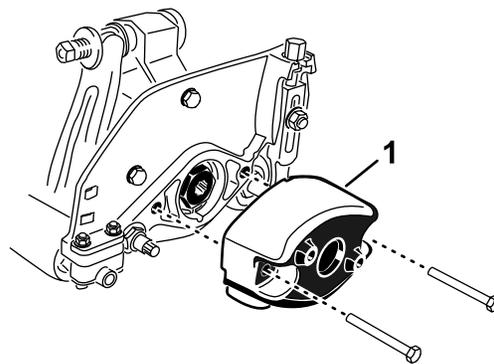

図 8
1. カウンタウエイトをカッティングユニットの左側に固定しているボルト2本を外す。カウンタウエイトを取り外す **図 8**。
5. カッティングユニット右側で、カウンタウエイトのOリングに薄くオイルを塗り、先ほど取り外したボルトを使ってウエイトをカッティングユニットに取り付ける **図 8**。ボルトを16-20 N·m 3.7-4.6 kg·m = 12-15 ft·lbにトルク締めする。